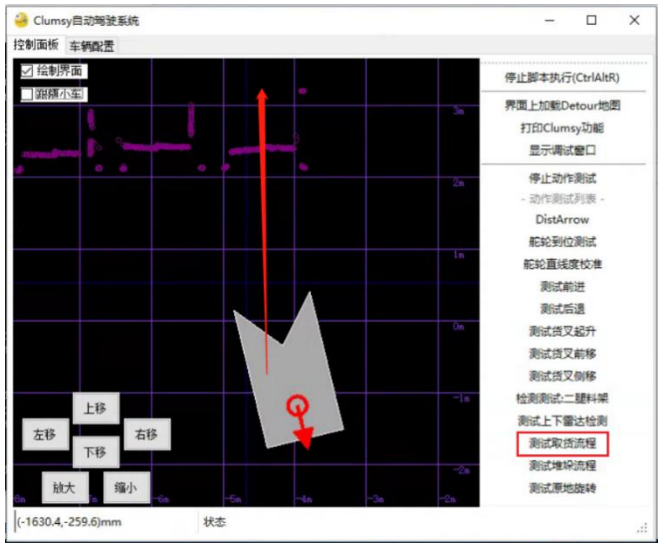

图 5.4-4
8. 实车测试。返回 Clumsy 的“控制面板”标签页。点击“测试取货流程”, 等待 UI 上出现紫色点云后, 在地图上用鼠标左键拖曳出大致指向托盘的取货路径。松开鼠标后, 车将自动完成取货操作。如图 5.4-4 所示。若观察到有偏差, 请重复上述步骤进行标定。